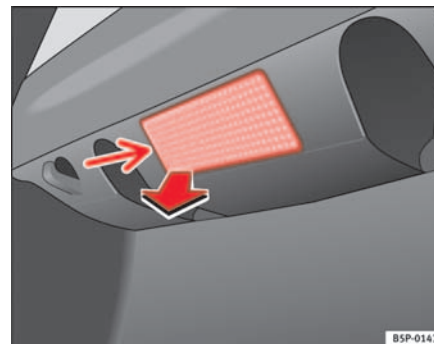

Fig. 194 Luce bagagliaio
- Estrarre il paralume facendo pressione sul bordo della parte interna dello stesso-freccia- aiutandosi con la parte piana di un cacciavite ⇒ fig. 194. ►